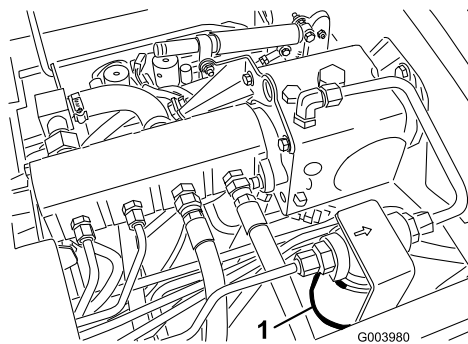

Figura 79
2. Lime a área à volta da área de montagem do filtro e coloque um recipiente de drenagem por baixo do filtro (Figura 79) e (Figura 80).